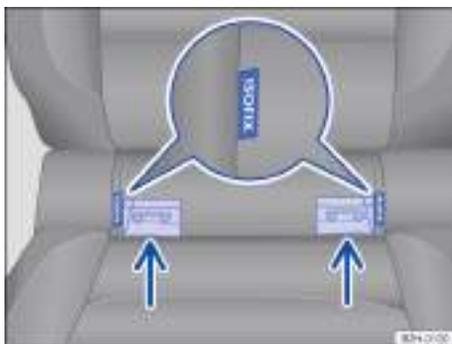

Fig. 42 Señalización en el asiento del vehículo de los puntos de anclaje inferiores para el asiento para niños.
- Encaje el asiento para niños en las argollas de sujeción. Las aberturas para encajarlo se encuentran junto a las inscripciones de ISOFIX → fig. 42 (flecha). El asiento para niños deberá encastrar de forma segura y audible.
- Coloque el asiento para niños sobre la banqueta del asiento y fije los ganchos de los cinturones de fijación a las argollas de sujeción → fig. 42.